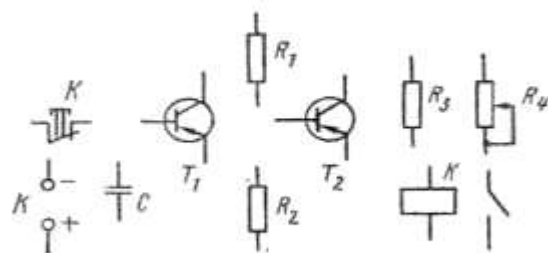

Рис. 114
**Задача 2 (варианты 51 —60).** Составить схему реле времени из элементов, указанных на рис. 114. Объяснить назначение элементов схемы и ответить на вопрос своего варианта из табл. 68.